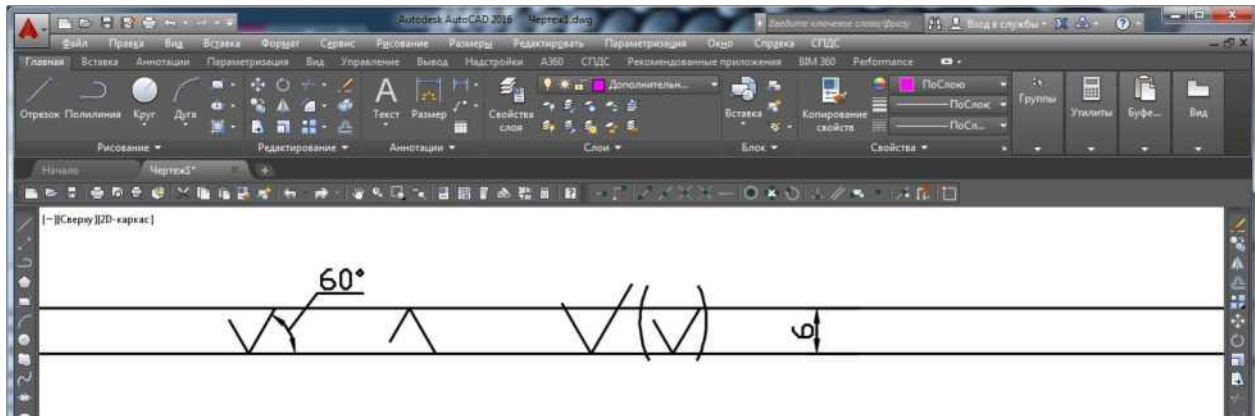

Рис.4.
5. На слое "*Дополнительный*" выполните построения знаков шероховатости согласно рис.4. используйте при построении команды "Копирование", "Зеркальное отражение", "Масштабирование".